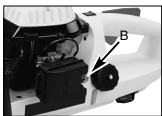

Fig. 3C
5. Ceba el carburador. Bombea la bombilla primaria (B) 10 veces. (Fig. 3C).